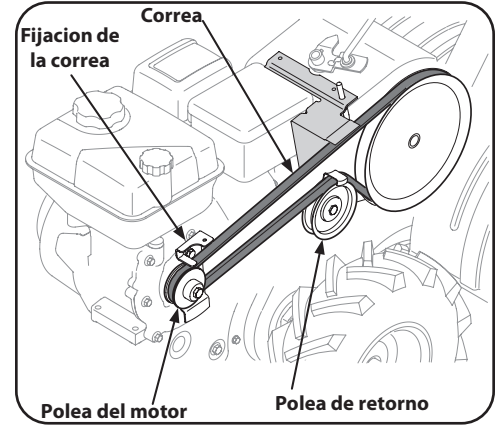

Figura 4-3
4. Retire la ménsula del guardacorrea ubicado detrás de la polea del motor extrayendo dos pernos hexagonales y arandelas de seguridad. Vea la Figura 4-3.
6. Después de armar, cerciórese de que la correa pasa sobre la polea loca y por dentro de los guardacorreas junto a la polea del motor. Vea la Figura 4-3.